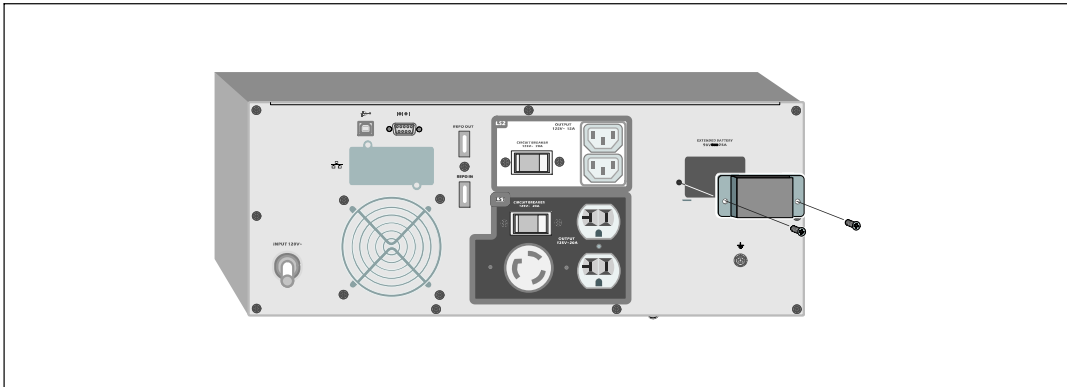

Figure 15. Retrait du Couvercle du Connecteur des Batteries
- 1 Retirez le couvercle du connecteur des batteries du panneau arrière comme montré sur la Figure 15. Retenez le couvercle et les vis.